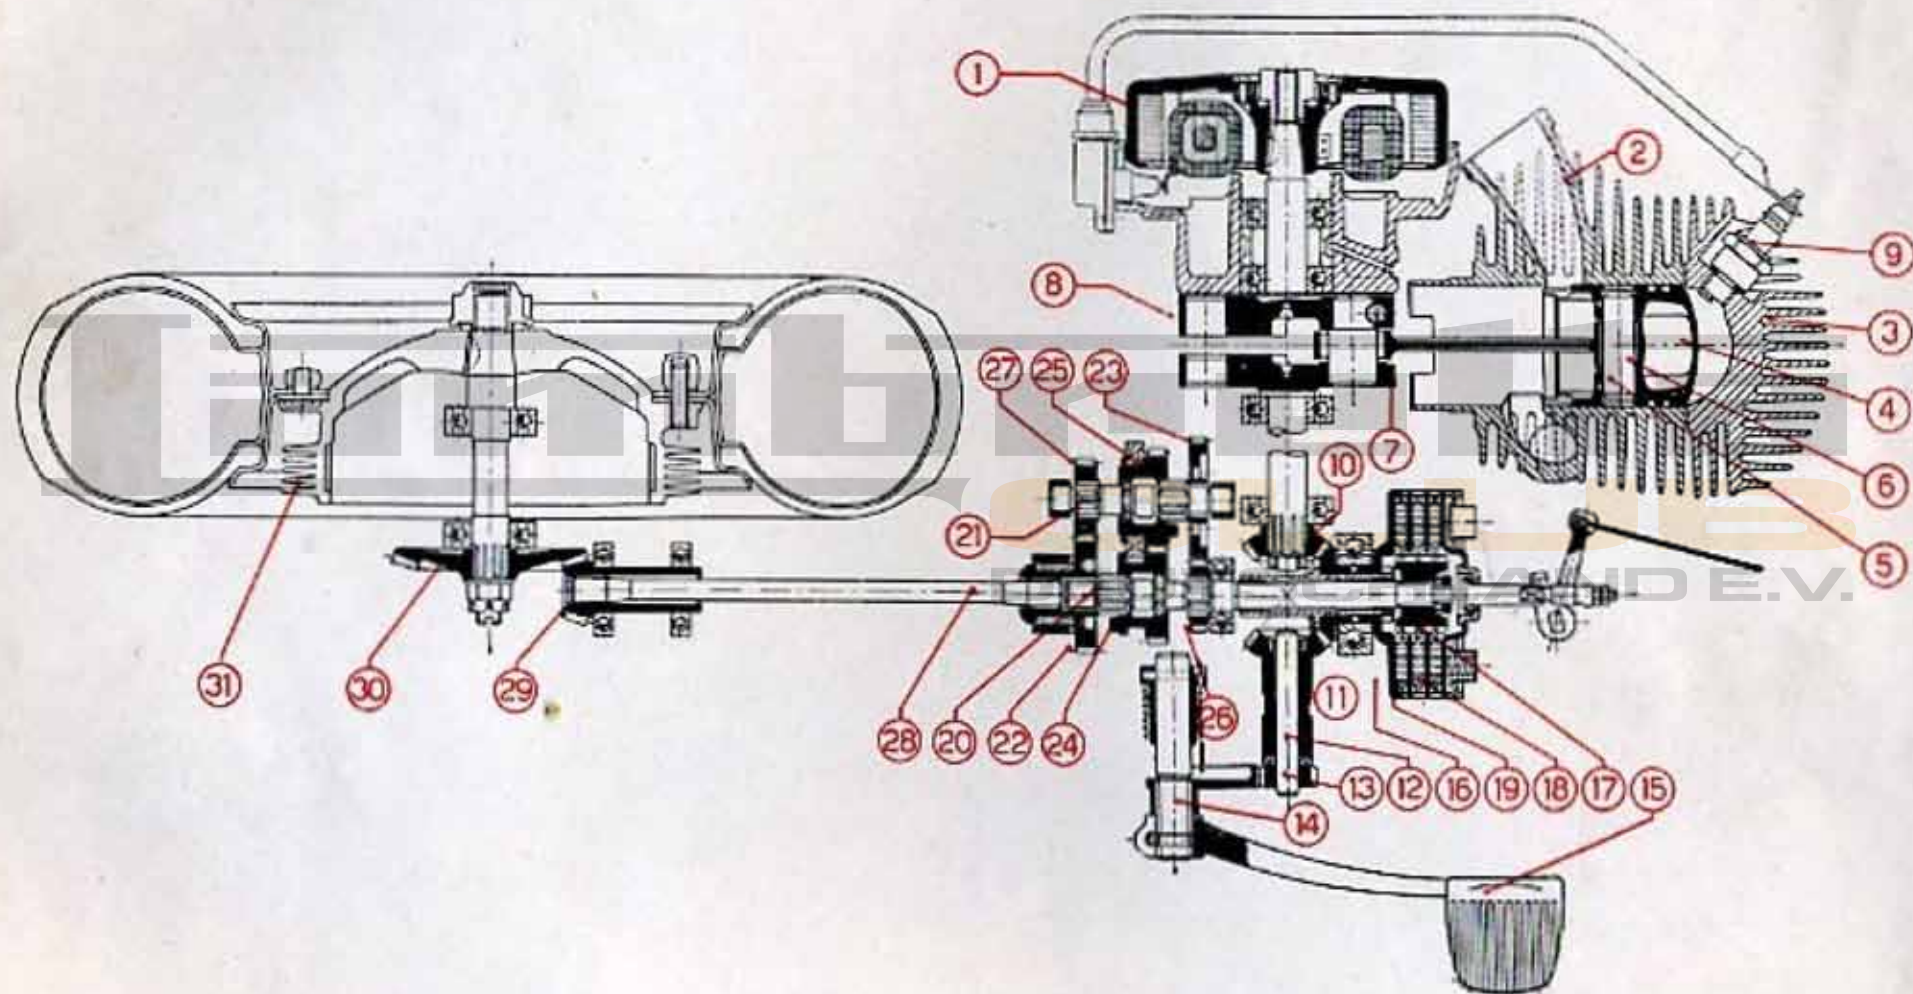

Fig. 6.
Sur la gauche du carter moteur est fixé le volant magnétique (1) fig. 6. Il fournit le courant haute tension d'allumage et le courant basse tension pour l'éclairage et l'avertisseur.